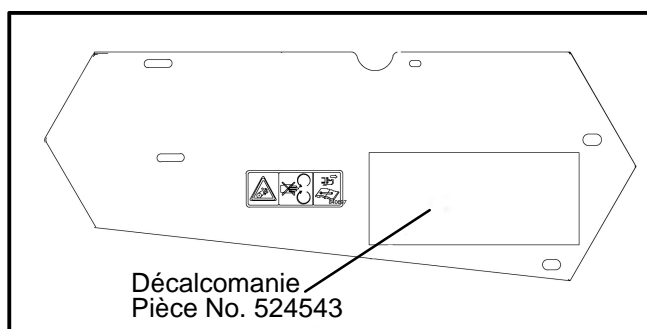

FIGURE 16
25. Si la bande de frein ne peut pas être réglée, repositionner le moteur. Les fentes sur la plaque de moteur doivent être de 5,5 mm à 6,3 mm (de 7/32 po. à 1/4 po.). Voir la figure 16.